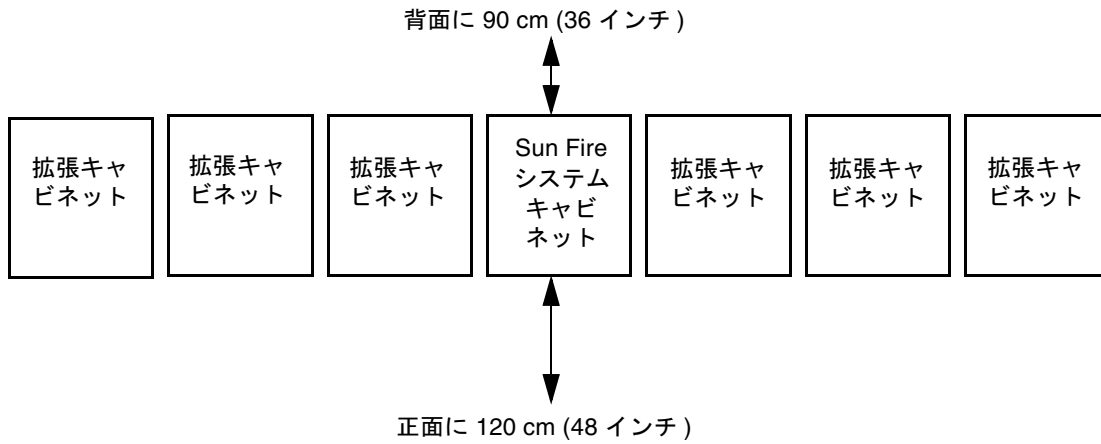

図 2-1 Sun Fire キャビネットのアクセス領域を上から見た図
- 保守作業員による作業に備えて Sun Fire キャビネットには、正面に約 120 cm (48 インチ)、背面に約 90 cm (36 インチ)(図 2-1) のスペースが必要です。